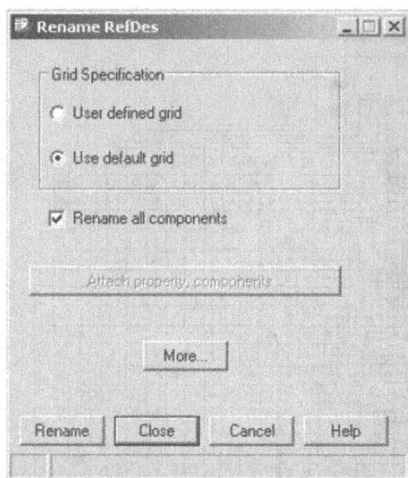

Рис. 21.58. Окно автоматического переименования
2. Выберите опцию Use default grid. Эта опция использует сетку по умолчанию, которая представляет встроенный метод переименования компонентов (рис. 21.58).